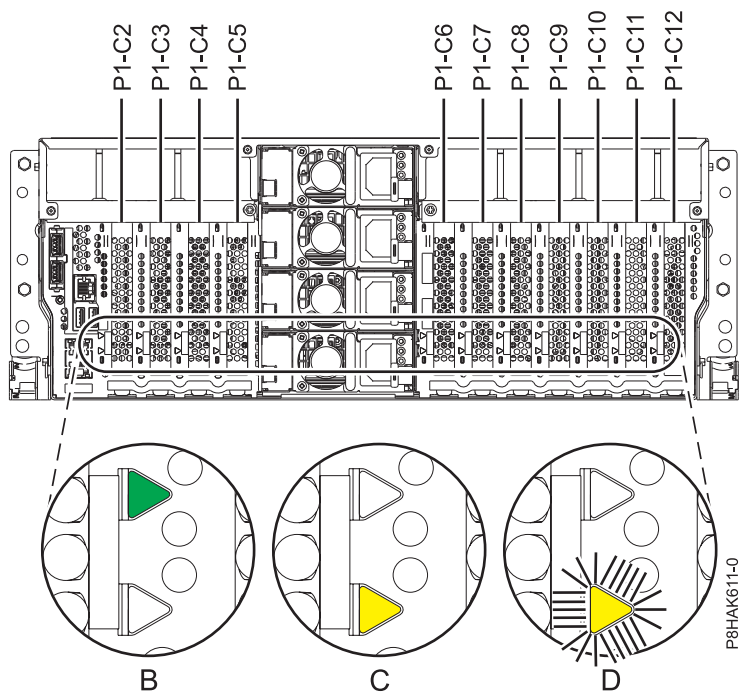
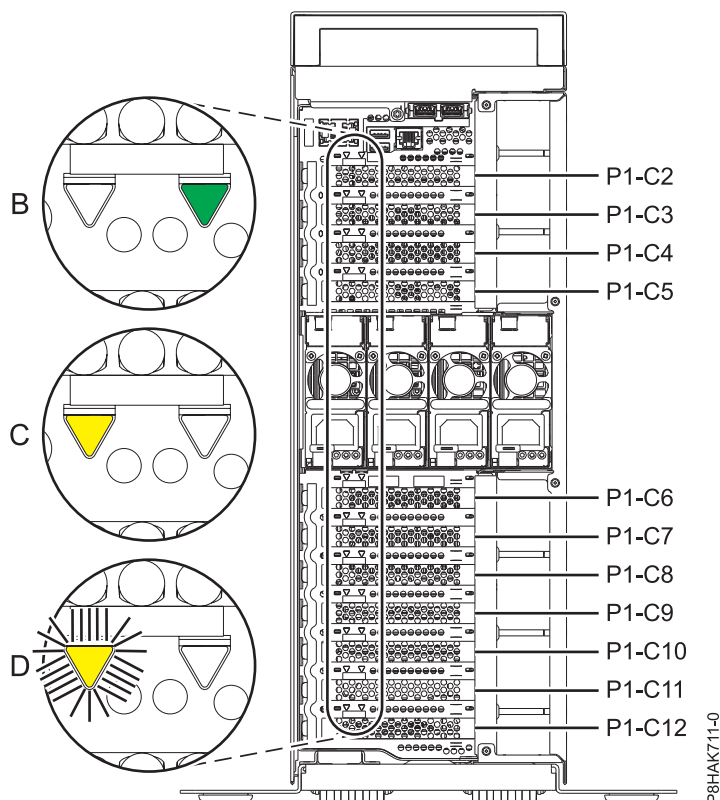

Figura 66. Ubicacions de les ranures d'adaptadors PCIe i ubicacions dels LED en un sistema muntat en bastidor
Figura 67. Ubicacions de les ranures d'adaptadors PCIe i ubicacions dels LED en un sistema autònom sistema 8286-41A
6. A la Familiaritzeu-vos amb les ubicacions de les ranures d'adaptadors PCI i els indicador de servei per a adaptadors PCI amb què vulgueu treballar. Els adaptadors PCIe s'instal•len a la part posterior del sistema. A la Figura 66 i a la Figura 67 a la pàgina 76 es mostren les ubicacions dels adaptadors PCIe en un sistema i les ubicacions dels llums amb díode (LED) de l'adaptador PCIe.